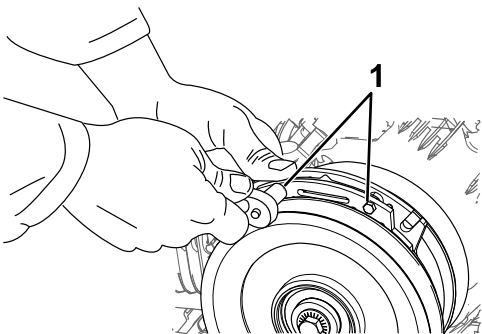

Figura 63
- A. Desaperte ambos os parafusos de montagem do travão meia para uma volta, como se mostra na Figura 63.